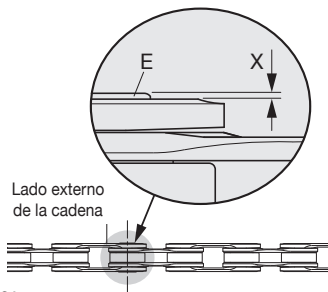

Fig.21
- La parte que sobresale (X) (hacia el lado externo de la cadena) del perno (E) del eslabón (Fig. 21) es completamente normal y no obstaculiza el normal deslizamiento de la cadena. **¡No intente quitarla de ningún modo!**